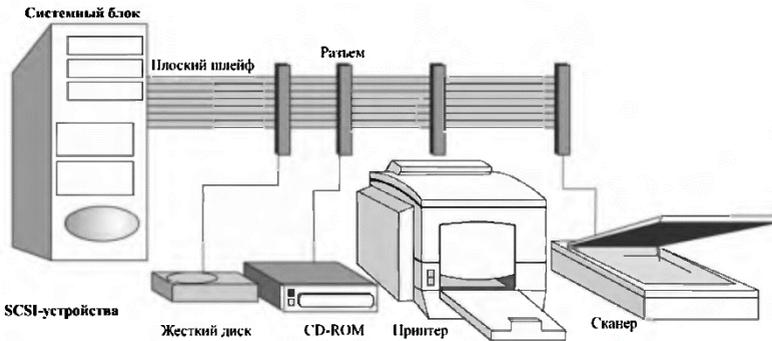

Рис. 12. Шлейфовое соединение SCSI устройств
**SCSI** (Small Computer System Interface, системный интерфейс малых компьютеров) - параллельный универсальный высокоскоростной мультиплексированный интерфейс ввода/вывода со шлейфовым кабельным соединением большого спектра устройств (рис. 12).